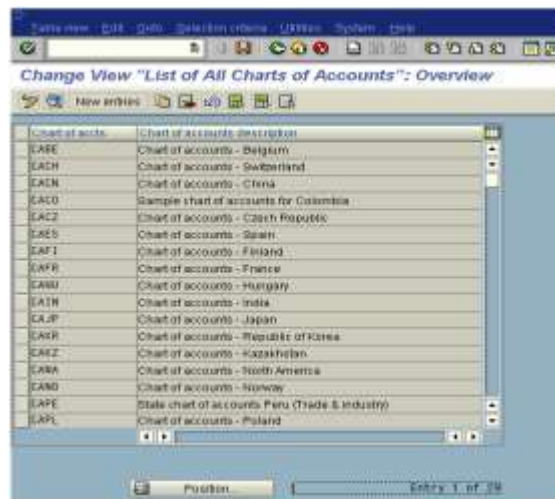
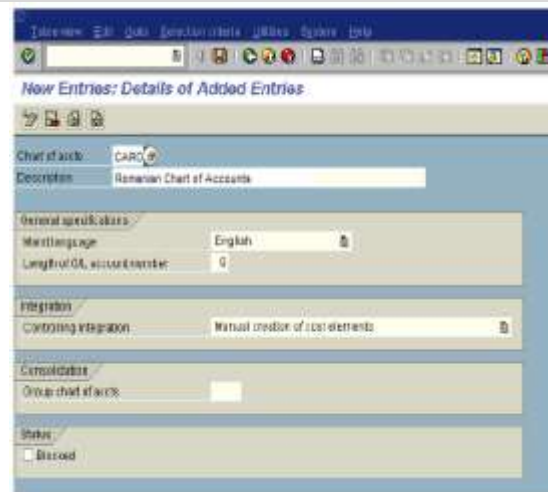

Figura 12: Creare Plan de Conturi-accesare lista de COA definite
Figura 13: Crearea unui nou Plan de Conturi
Crearea și utilizarea unui Plan de Conturi nou (Figura 12) presupune pacurgerea pașilor:
- 2) Definirea proprietăților prin care se specifică (Figura 13):
Pentru a crea un Plan de Conturi nou și a-l include în listă (Figura 12) se apasă butonul *New entries* din bara de instrumente și se deschide formularul de culegere a datelor de definire a planului de conturi (Figura 13).